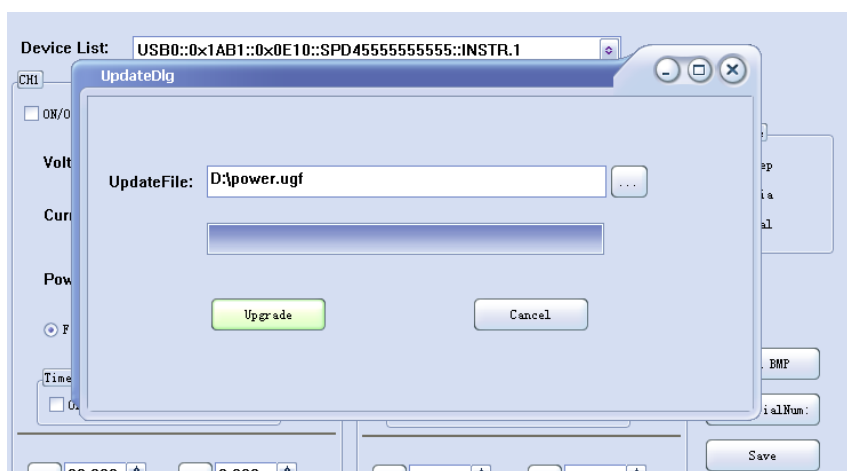

图 4
(4) 如图 4 所示，点击 Upgrade 按钮进行升级，当进度条显示完成的时候，升级完成，升级完成后仪器会立刻运行升级后的软件版本。